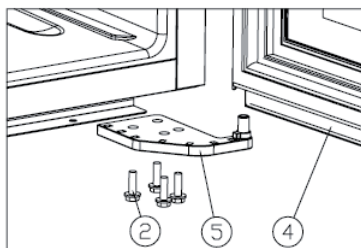

Ilustración 2
3. Suelte los 16 tornillos M5 **(2)**, retire la bisagra inferior derecha de la puerta **(5)** (véase ilustración 2).